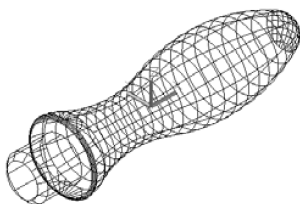

图 10-11 三维线框图
(2) 线框 (W): 显示用直线和曲线表示边界的对象。显示着色三维 UCS 图标。可将 COMPASS 系统变量设定为 1 来查看坐标球。图 10-11 所示是 UCS 坐标和手柄的三维线框图。